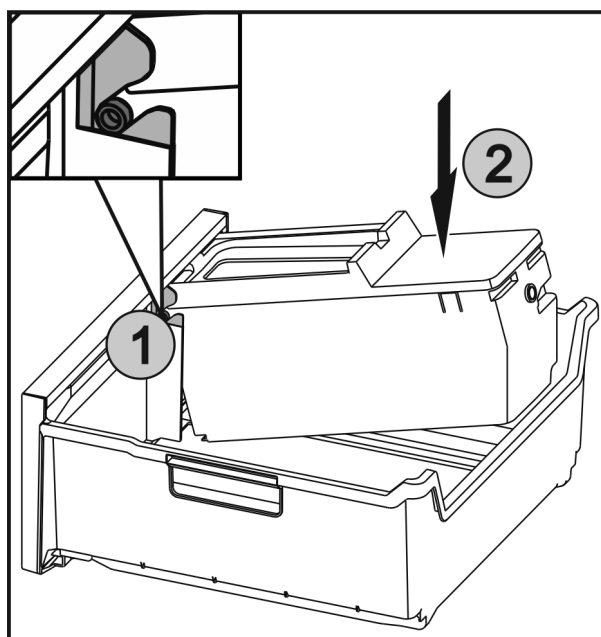

Fig. 42
- Вставить оси Fig. 42 (1) на EasyTwist-Ice в направляющие и вдавить заднюю сторону Fig. 42 (2) до фиксации накладки.